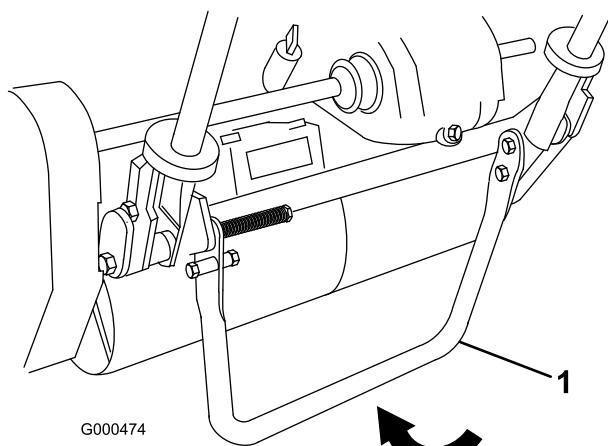

図 7
1. キック・スタンドを立てる（スタンドを足で下げながらハンドルを持ち上げる；図 7）。